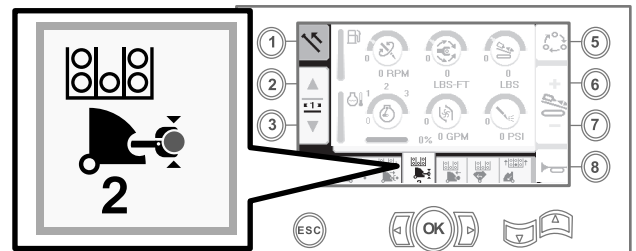

Рисунок 10
- Отпустите перекидной переключатель, чтобы перейти к следующему этапу в последовательности (Рисунок 10).